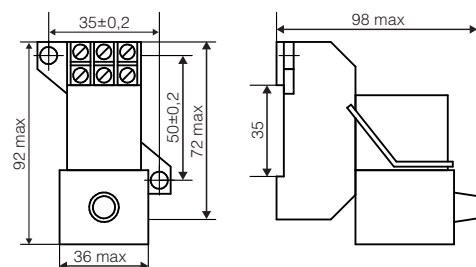

Рисунок 4. Реле с розеткой типа 3А
- с универсальной розеткой типа 3А – крепление на DIN-рейку или с помощью двух винтов М4, с винтовыми зажимами для переднего присоединения проводников (рис. 4).